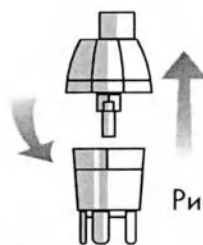

Рисунок 1
- Снимите крышку ёмкости для лекарства, аккуратно повернув ее против часовой стрелки (рисунок 1).